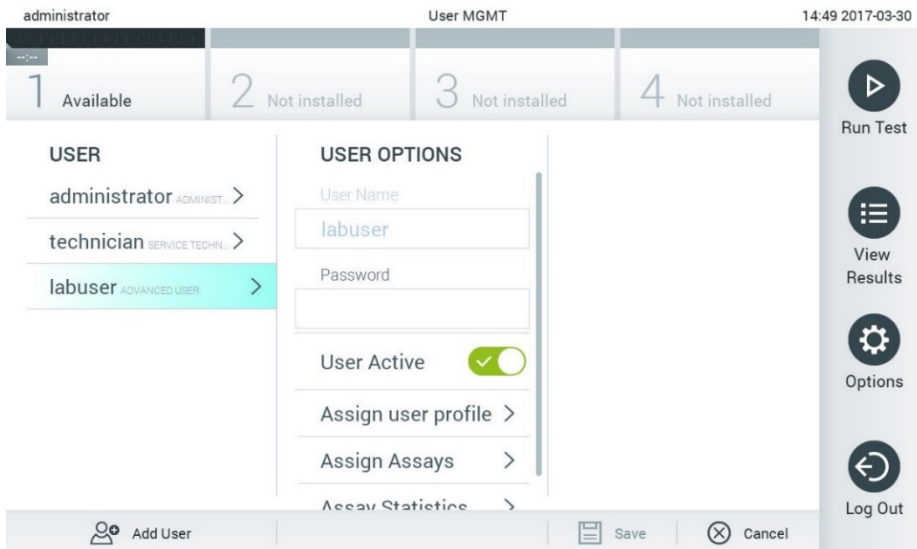

图 60. 选择和管理用户。
2. 从内容区域左侧列中的列表选择要管理的用户 (图 60)。